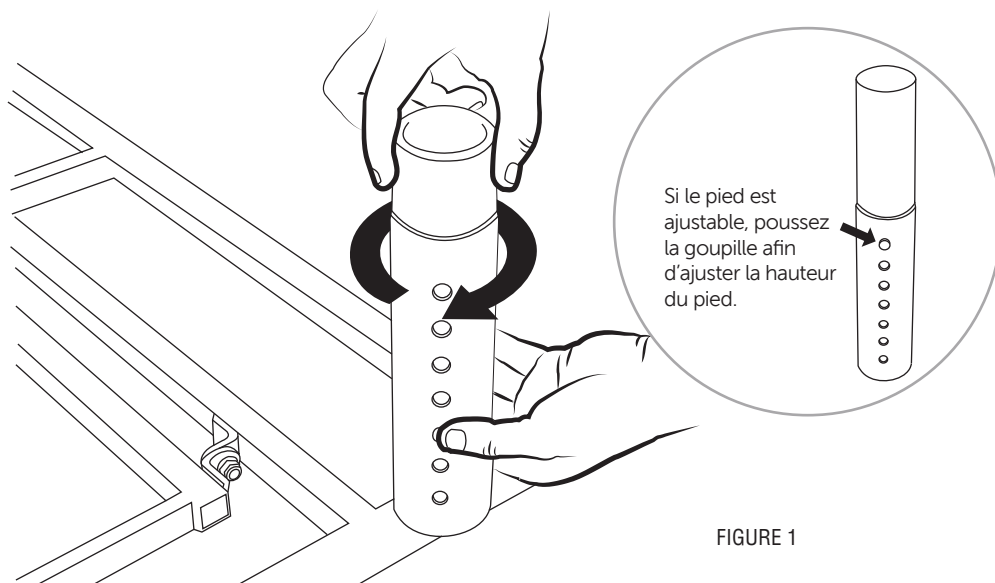

FIGURE 1
POUR UNE CONFIGURATION AUTONOME (EN UTILISANT LES PIEDS), VISSEZ (4) PIEDS DANS LES TROUS CONIQUES AUX COINS DU CADRE DE LA BASE (FIGURE 1). Retournez la base sur ses pieds.